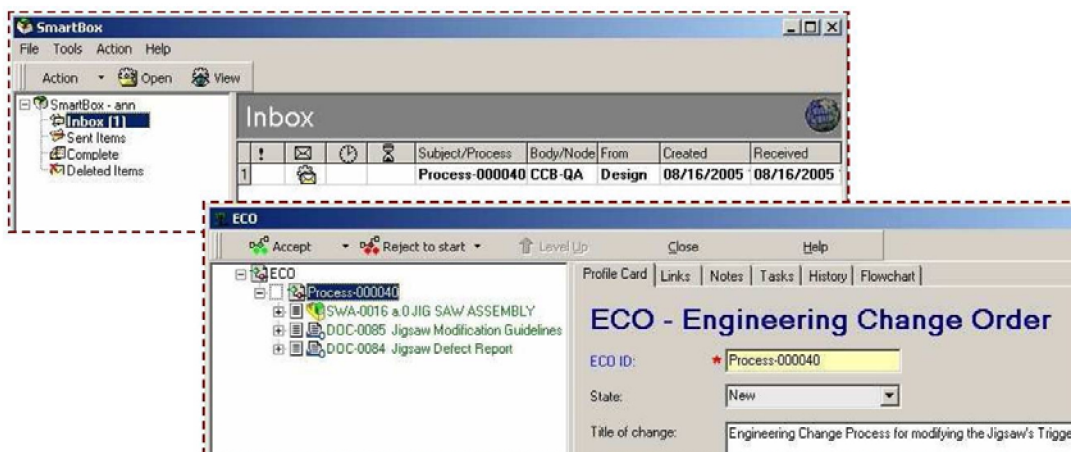

Рис.99
- Откройте процесс ECO (рис. 99).